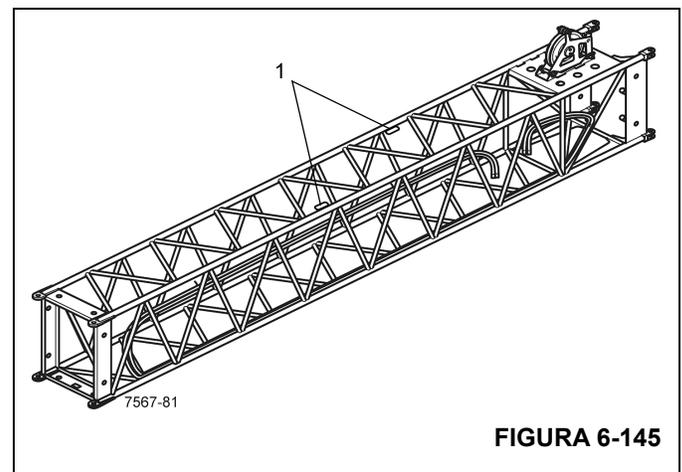

FIGURA 6-145
- Conecte una eslinga en las dos orejetas de elevación (1), (Figura 6-145).
3. Conecte una eslinga en las dos orejetas de elevación (1), (Figura 6-145), y eleve el inserto lo suficiente para eliminar la carga de los pasadores de conexión.